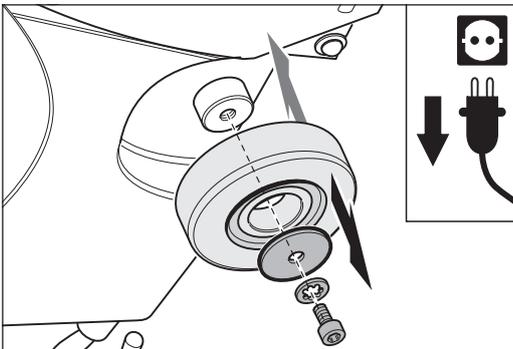
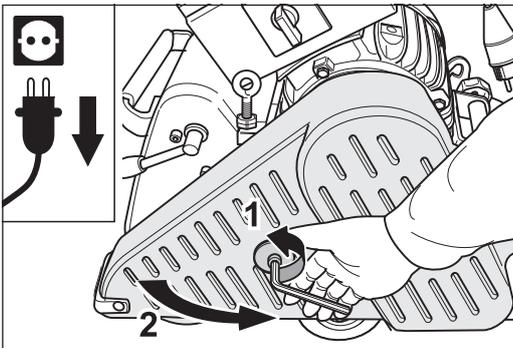

Abb. 101 Die Schraube mit den Scheiben in der Mitte des Rads entfernen und das Seitenrad abnehmen. Der Zusammenbau erfolgt in umgekehrter Reihenfolge.
Abb. 102 **Den Netzstecker aus der Steckdose ziehen** und den Riemenchutz öffnen.
- 4 Lösen Sie die Schraube in der Mitte des Seitenrads und entfernen Sie die Schraube und die Scheiben (Abb. 101). Vor dem Ausbau des **linken** Seitenrads muss der Riemenchutz geöffnet werden (Abb. 102).
- 3 Öffnen Sie den Riemenschutz (Abb. 102).